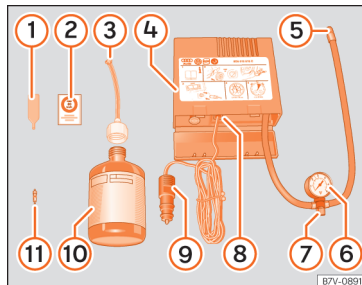

Abb. 71 Prinzipdarstellung: Bestandteile des Pannensets
- Ventilkappe und Ventileinsatz vom Reifenventil abschrauben. Verwenden Sie den Ventileinsatzdrehwerk »» » **Abb. 71 ①** zum Heraus-schrauben des Ventileinsatzes. Legen Sie den Ventileinsatz auf einem sauberen Untergrund ab.
- Reifendichtmittelflasche kräftig schütteln »» » **Abb. 71 ⑩**.
- Schrauben Sie den Einfüllschlauch »» » **Abb. 71 ③** auf die Dichtmittelflasche. Die »
- Verschlussstopfen vom Einfüllschlauch »» **Abb. 71** ③ entfernen und das offene Ende ganz auf das Reifenventil stecken.
- Ventileinsatz mit dem Ventileinsatzdreher »» **Abb. 71** ① wieder in das Reifenventil schrauben.
- Reifenfüllschlauch »» **Abb. 71** ⑤ des Luftkompressors fest auf das Reifenventil schrauben.
- Prüfen, ob die Luftablassschraube »» **Abb. 71** ⑦ zuge dreht ist.
- Stecker »» **Abb. 71** ⑨ in die 12 Volt-Steckdose des Fahrzeugs stecken »»  Seite 176.
- Luftkompressor mit dem Schalter ON/OFF »» **Abb. 71** ⑧ einschalten.